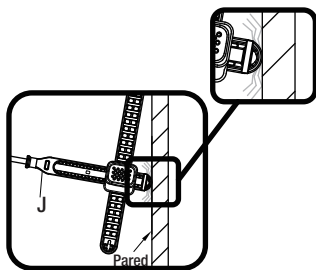

Fig 1
- Si la varilla horizontal (J) es demasiado larga, como se muestra en la Fig. 1, es posible ajustar el largo.
- Quita el sujetador (N) de la varilla horizontal (J). Desliza la parte plástica de la varilla para ajustar al largo deseado. Es posible acortar el largo (1), cortando con alicates o con una sierra en el segmento perforado.